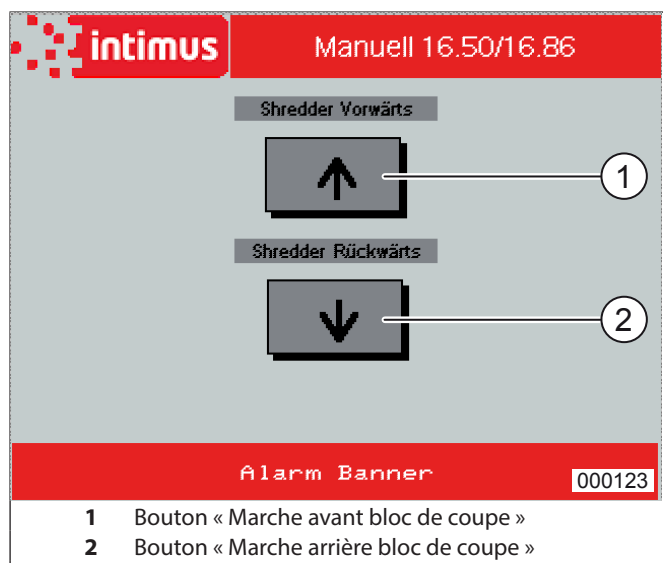

fig. 11 Écran « Mode manuel »
Écran principal « Mode manuel » (fig. 11)
- C) Éjection sans ficelage dans le sac en plastique** (petits morceaux) (fig. 11 et 13)